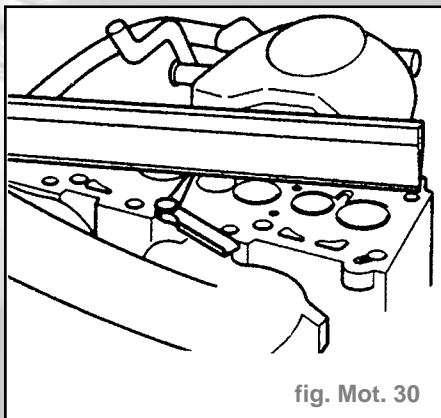

fig. Mot. 30
- A l'aide d'un jeu de cales, contrôler le gauchissement de la culasse (fig. Mot. 30).